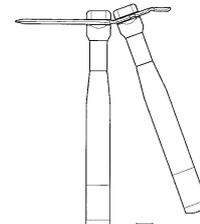

図2
- 2) ハンドベンダーを用い、骨面形状に沿うようにプレートをベンディングします。（図2）